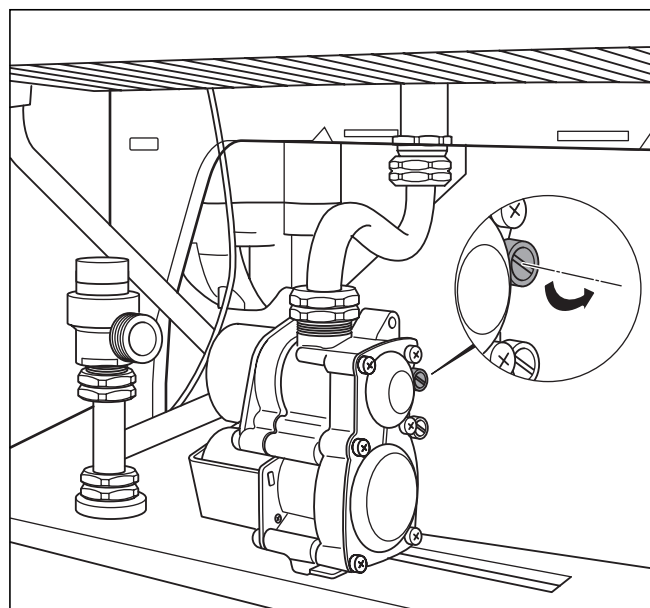

Fig. 6.4 Manchon de mesure pression brûleur
- Dévissez la vis d'étanchéité du manchon de mesure de la pression brûleur ; voir fig. 6.4, Manchon de mesure pression brûleur).